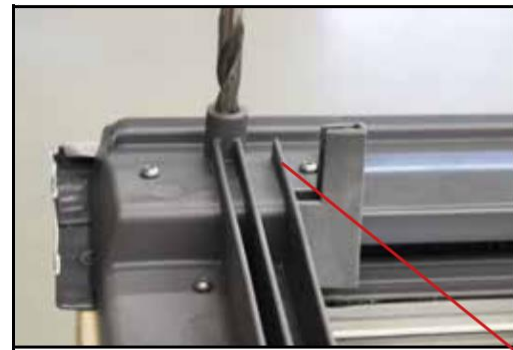

Abb. 7 Bohren  $\varnothing$  10mm
7. Loch für biegsame Welle bohren. Dazu von außen durch von innen gesehen rechte Montagekonsole oben 10 mm durchbohren, siehe Abb. 7.